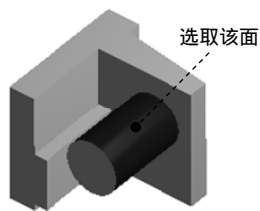

图 7.6.64 定义目标面
(3) 定义目标面。单击以激活 **Target** 后的文本框，选取图 7.6.64 所示的圆柱面为目标面，单击 **Apply** 按钮。